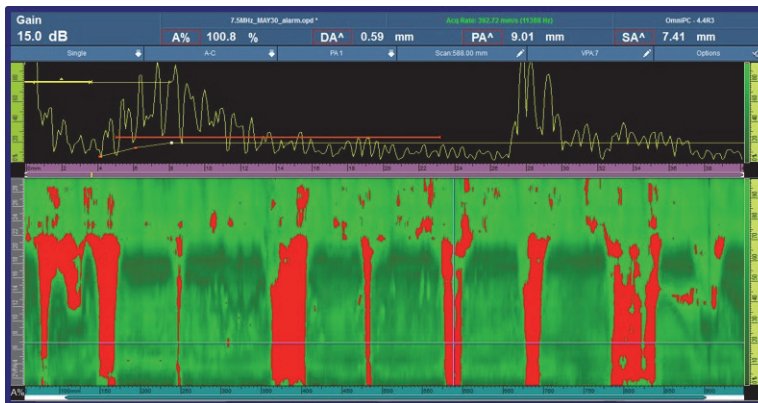

Figure 3-2 Exemple de vue affichée sur l'appareil OmniScan
3. Examinez le C-scan qui s'affiche sur l'appareil OmniScan. Le manque d'adhésif est représenté en rouge (voir Figure 3-2 à la page 28).